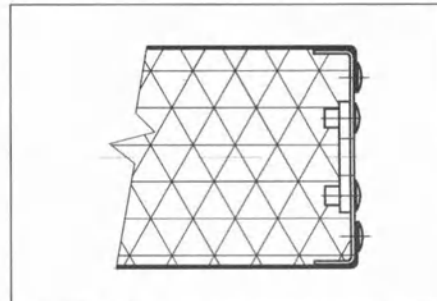

Рис. 40 W - съёмная, ровная сторона с пальцем
- W - съёмная, ровная сторона с пальцем (рис. 40)